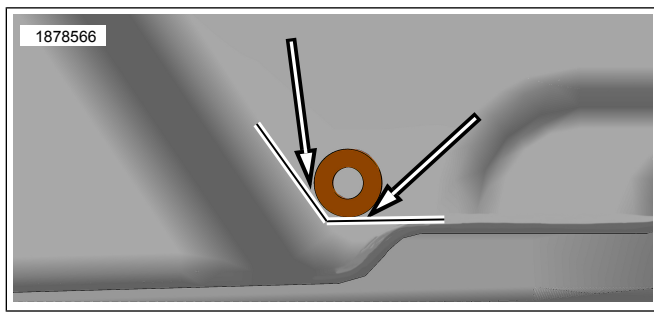

図5。サドルバッグ下穴ドリルの位置
- b. 「図1」および「図5」を参照してください。キットのフラットワッシャー(4)をドリル位置ガイドとして使用し、ワッシャーをサドルバッグの側面と底部の半径にちょうど触れるようにサドルバッグ表面に平らに置きます。